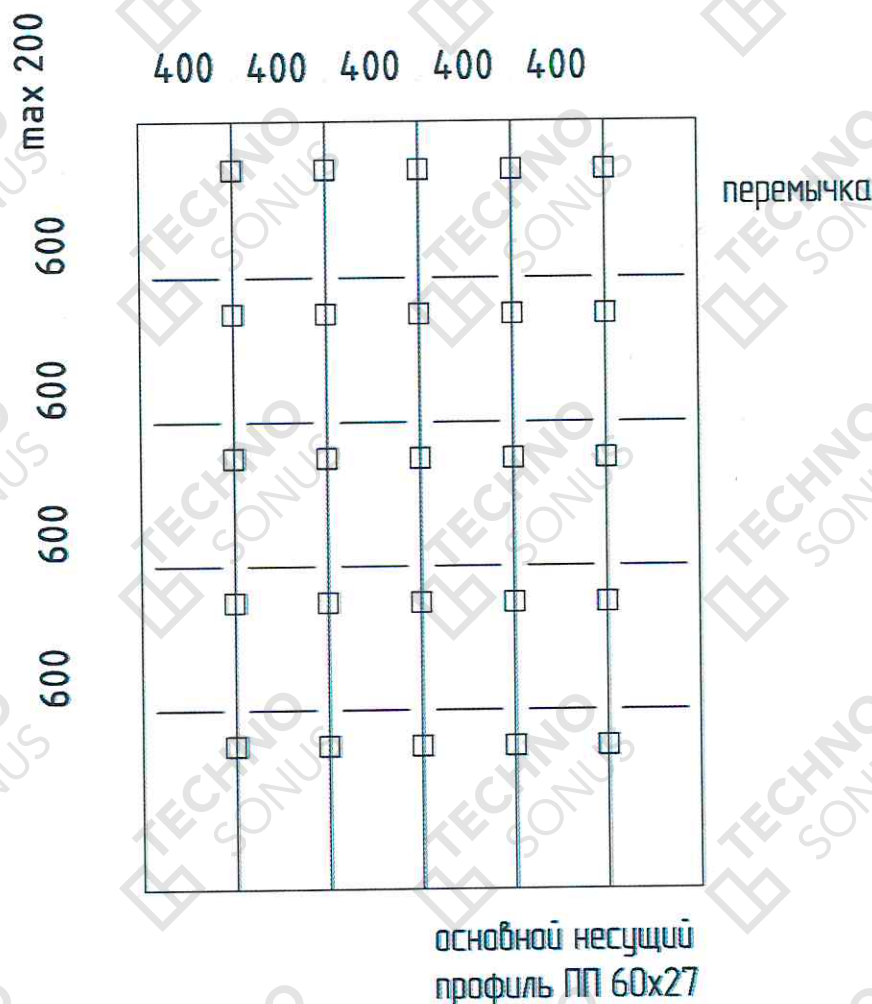

Рисунок 17 - Схема расположения виброподвесов
6.4. В соответствии с разметкой крепим на изолируемую поверхность виброподвесы Сонокреп Протектор/Протектор PRO с помощью фиксирующих крепежных элементов (фиксирующие крепежные элементы подбираются самостоятельно в зависимости от состава изолируемого основания, функциональности помещения и требований к безопасности). Виброподвесы устанавливаются с шагом 400 мм от длинной или короткой стены (для несущих профилей). Первый виброподвес устанавливается на расстоянии не более 200 мм по несущему профилю (координаты от угла 200х400). Далее виброподвесы устанавливаются с шагом 600 мм по несущему профилю. На перемычки виброподвесы не устанавливаются (смотри рисунок 17).